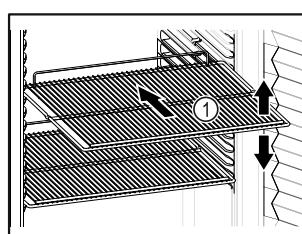

Fig. 59 Beispielhafte Darstellung
- Wenn Ablageflächen Fig. 59 (1) versetzbare sind, Ablageflächen je nach Höhe anpassen.